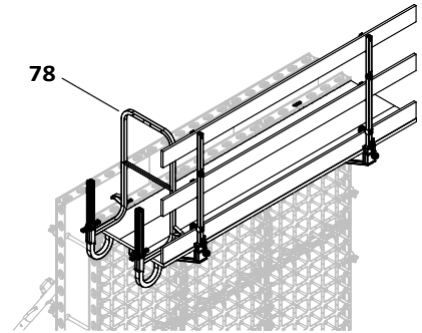

Fig. B4.03
7. Поставете страничната защита, т.е. предпазната рамка 55 (78). (Fig. B4.03)